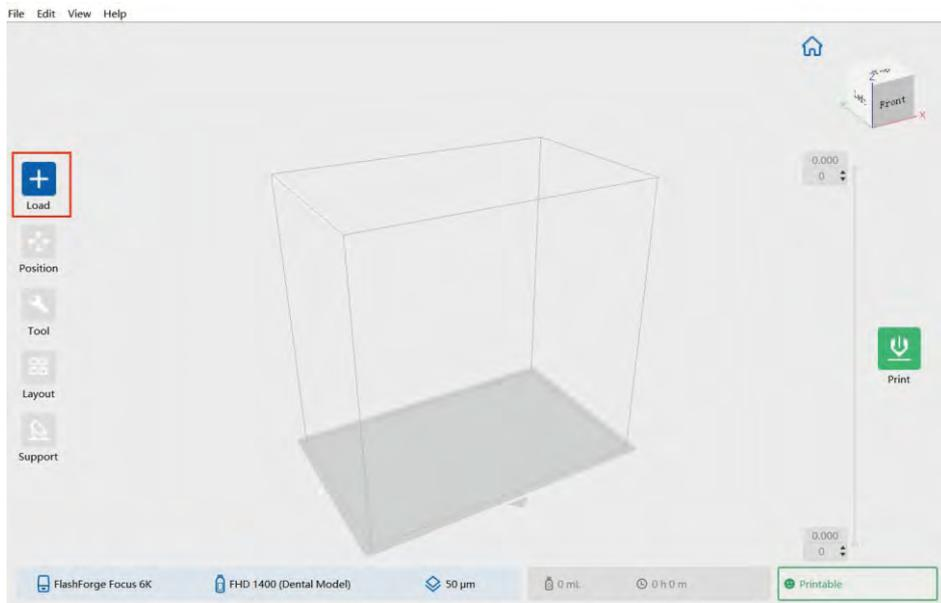

図57
3.図57に示すように、ソフトウェアのメインインターフェイスの左側にある [Load] アイコン をクリックし、コンピュータから stl 形式の 3D モデルファイルを選択すると、選択した 3D モデルがスクリーンに表示されます。